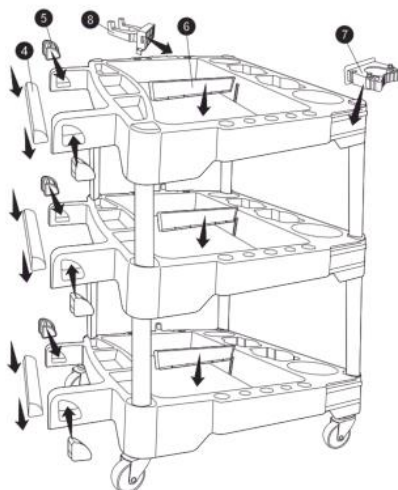

Fig. 6
7. À partir d'un côté, glissez et positionnez les trois poignées (4) et attachez les capuchons d'extrémité restants pour fixer les poignées.
8. Fixez le crochet (8) dans le mousqueton et insérez le support (7) dans la glissière.
9. Insérez les diviseurs (6) au centre de chaque plateau (fig. 6).